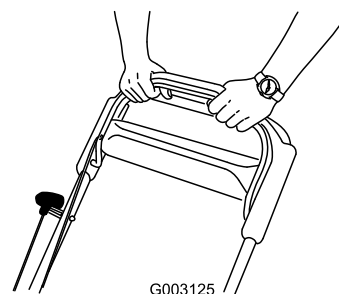

Figura 21
3. Sujete la barra de control de la cuchilla contra el manillar (Figura 21).